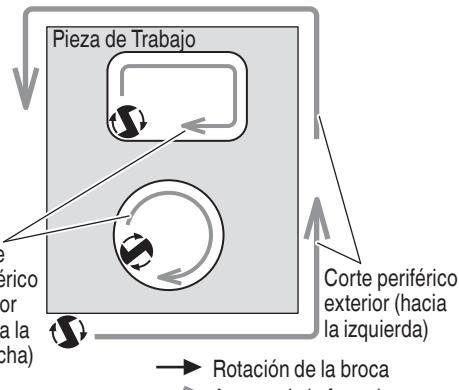

Fig. 31
- (2) La broca gira hacia la derecha (sentido de la flecha indicada en la base). Para lograr la máxima efectividad del corte, haga avanzar la fresadora vertical de acuerdo con los sentidos de avance mostrados en la Fig. 31.